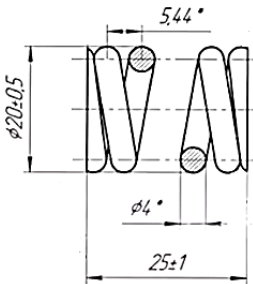

Рис. 1 – Ескіз Пружини
1. Побудувати пружину стиску з підтиснутими по одному витку з кожного кінця і підшліфованими на $\frac{3}{4}$ кола опорними поверхнями за ескізом (Рис.1). Число витків - 5,5; число робочих витків – 3,5.